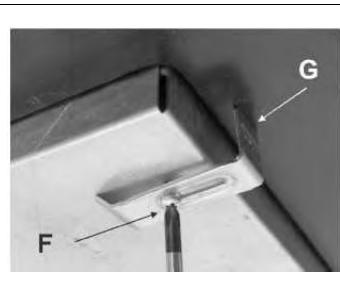

FIG.12
- Coloque a placa de no orifício aberto no tampo da cozinha e aperte-a com parafusos "F" dos ganchos de fixação "G" (ver fig.12).